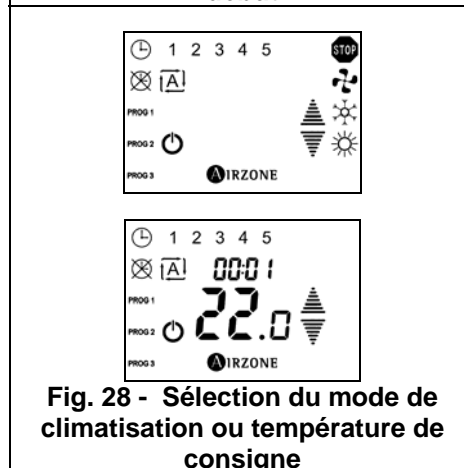

Fig. 28 - Sélection du mode de climatisation ou température de consigne
- 8) Selon si vous êtes en train de configurer un programme sur le mode de climatisation (P2) ou sur la température de consigne (P1), faites la sélection correspondante puis validez en appuyant brièvement sur l'icône AIRZONE (Fig. 28). La sélection de la température se fait à l'aide